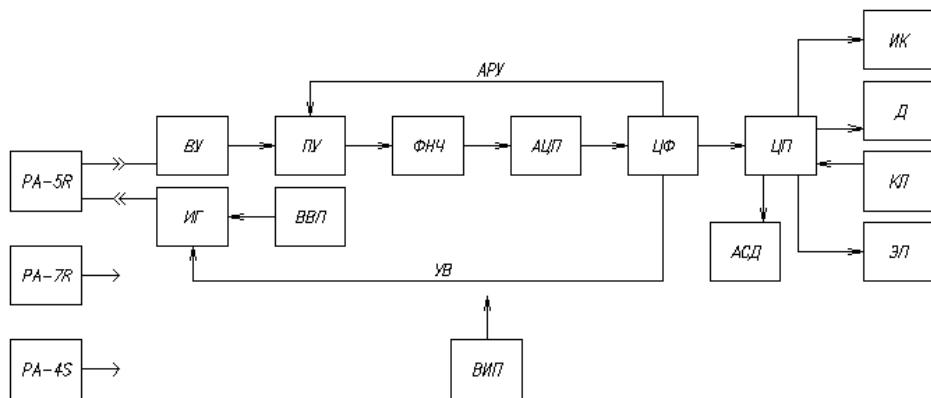

Рис.2.1 Структурная схема дефектоскопа
2.2.1 Структурная схема дефектоскопа приведена на рис.2.1.